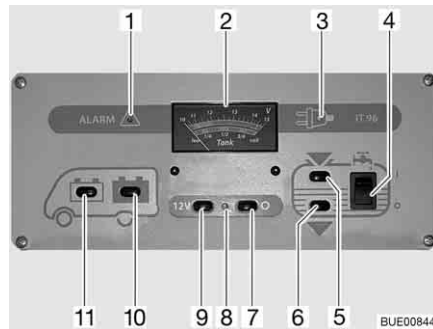

Fig. 158 Panneau de contrôle IT 96-2
L'interrupteur principal 12 V (Fig. 158,7 et 9) établit ou coupe le panneau de contrôle et l'alimentation 12 V de la cellule.
- Appuyer sur le commutateur (Fig. 158,9) "12 V" : L'alimentation 12 V de la cellule est assurée. Le voyant de contrôle (Fig. 158,8) s'allume en vert.
- Appuyer sur le commutateur (Fig. 158,7) "O" : L'alimentation 12 V de la cellule est coupée. Le voyant de contrôle (Fig. 158,8) s'éteint.
Observer sur l'indicateur de charge/de niveau de réservoir (Fig. 158,2), la graduation supérieure. L'indicateur s'éclaire automatiquement dès qu'un commutateur est actionné.
- Appuyer sur le commutateur (Fig. 158,11) "": La tension de la batterie de démarrage est affichée.
- Appuyer sur le commutateur (Fig. 158,10) "": La tension de la batterie de cellule est affichée.
Observer sur l'indicateur de charge/de niveau de réservoir (Fig. 158,2) la graduation inférieure. L'indicateur s'éclaire automatiquement dès qu'un commutateur est actionné.
■ Appuyer sur le commutateur (Fig. 158,5)  : Le niveau du réservoir d'eau est affiché.
■ Appuyer sur le commutateur (Fig. 158,6)  : Le niveau du réservoir d'eaux usées est affiché.
■ Commutateur à bascule (Fig. 158,4) vers le haut "I" : L'alimentation en eau est activée.
■ Commutateur à bascule (Fig. 158,4) vers le bas "O" : L'alimentation en eau est désactivée.
Le voyant d'alerte rouge "ALARM" (alarme) (Fig. 158,1) clignote dès que la charge de la batterie de cellule descend en dessous de 11 V (mesurée en marche) et qu'il y a risque de décharge profonde des batteries.
Le voyant de contrôle 12 V (Fig. 158,8) s'allume dès que l'interrupteur principal 12 V (Fig. 158,9) est enclenché.
Le voyant de contrôle jaune 230 V (Fig. 158,3) s'allume si l'arrivée du bloc électrique est sous tension de réseau.